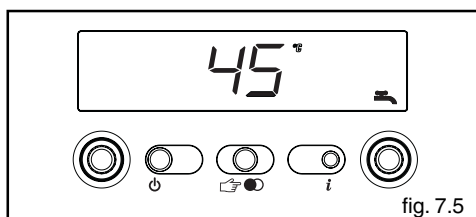

fig. 7.5
**Info 4** visualizza la temperatura settata (solo bollitore con sonda) (fig. 7.5)
**Info 5** visualizza la temperatura riscaldamento impostata, riferita al secondo circuito solo in caso di collegamento all'ostesso (fig. 7.5).